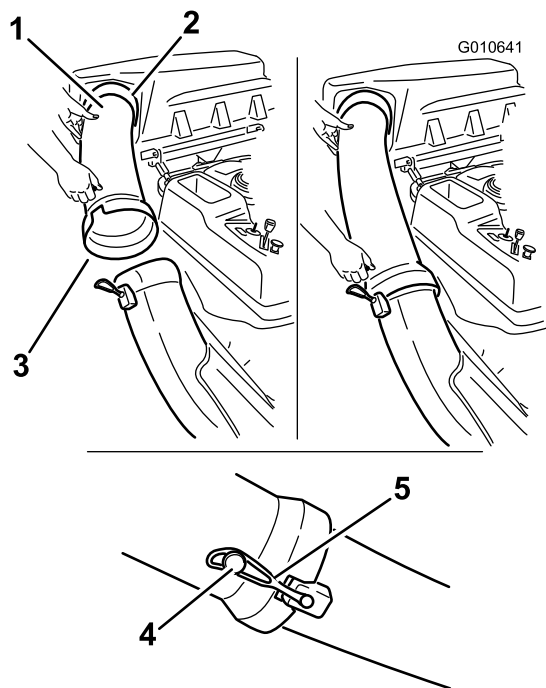

Figure 24
1. Glissez l'extrémité courbe du tube d'éjection dans l'ouverture du couvercle du dispositif de ramassage (Figure 24).
2. Glissez l'extrémité évasée du tube d'éjection sur l'extrémité de l'éjecteur. Accrochez la sangle en caoutchouc de l'éjecteur à l'ergot situé sur le tube d'éjection pour le fixer en position (Figure 24).